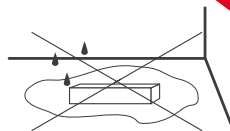

Рис. 3. Не устанавливать источник в местах скопления воды
- 4.8. Не размещайте источник в местах и нишах, где может скапливаться вода. Нахождение источника в воде (лужа, тающий снег) вызывает разрушающие электрохимические процессы (рис. 3).